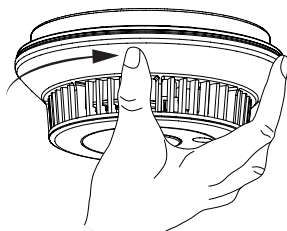

Abbildung 11: Rauchwarnmelder einrasten
- Drehen Sie anschließend den Rauchwarnmelder im Uhrzeigersinn in den Deckenhalter ein, bis er spürbar einrastet (vgl. „Abbildung 11: Rauchwarnmelder einrasten“ auf Seite 18).